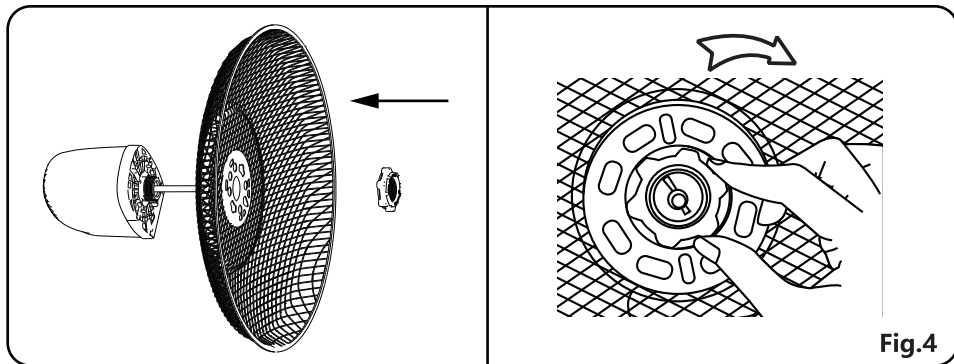

Fig.4
1. Afloje el rotor y la tuerca de la rejilla y retírelos. Instale la cubierta trasera del motor asegurándose de que la agarradera quede en la parte superior. Apriete la tuerca en el sentido de las agujas del reloj.(Fig. 4)